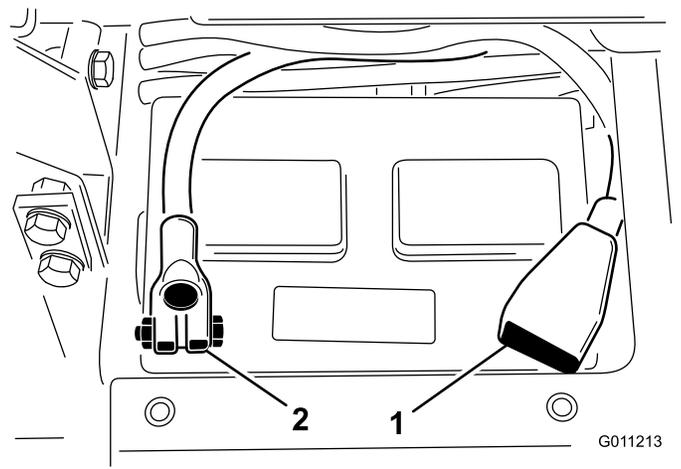

图 5
4. 将正极电缆红色安装到电池正极 (+) 端子并用 T 型螺栓和螺母固定图 5。
5. 将负极电缆黑色安装到电池负极 (-) 端子并用 T 形螺栓和螺母固定图 5。